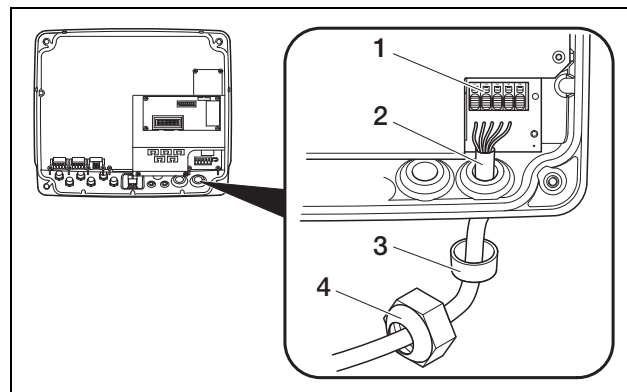

Figura 12: Tender el cable de red
- Pase primero la tuerca de unión desenroscada (4 en la figura 12) y seguidamente el anillo obturador (3 en la figura 12) por el cable de red.